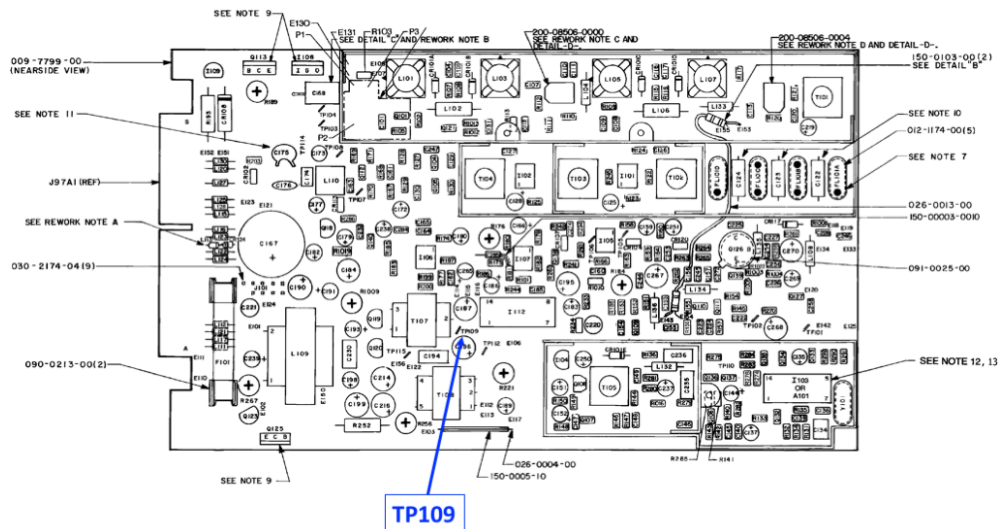

Figure 6.5.2.
- ❑ Brancher la sonde jaune de l'oscilloscope au point TP109 de la radio (voir figure 6.5.2. ci-dessous) :